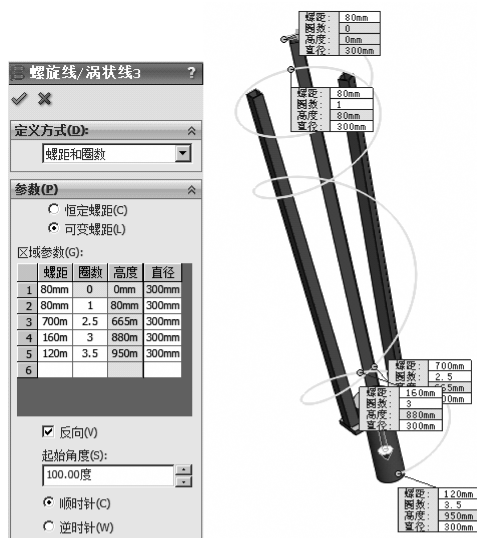

图 14-52 螺旋线特征
3) 单击【插入】|【曲线】|【螺旋线/涡状线】按钮,在【属性管理器】中弹出【螺旋线】属性设置。在【定义方式】选项组中,选择【螺距和圈数】;在【参数】选项组中,勾选【可变螺距】,并输入数据;勾选【反向】;设置【起始角度】为100度;勾选【顺时针】,如图14-52所示。